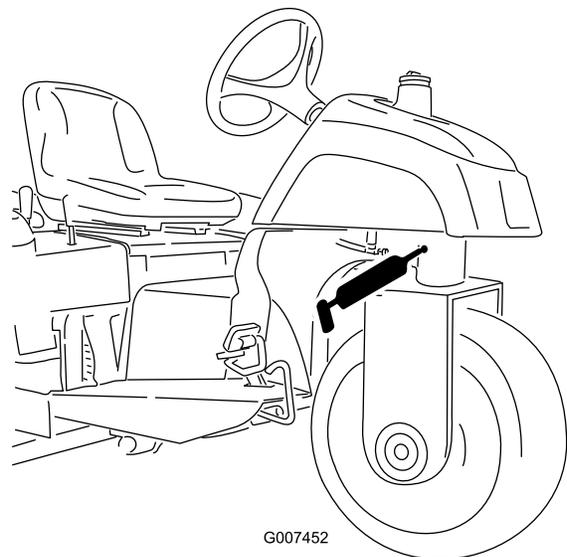

Figura 26
- Perno dello sterzo (Figura 26)
**Nota:** Il raccordo piano sul perno dello sterzo (Figura 26) richiede un adattatore per l'ugello della pistola d'ingrassaggio. Ordinate il componente Toro n. cat. 107-1998 presso il vostro distributore Toro autorizzato.